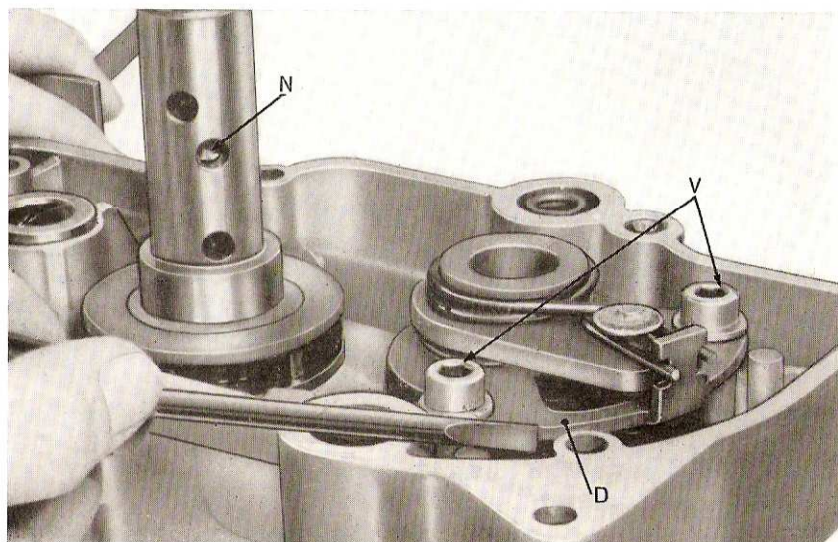

Fig. 21 - Réglage du groupe présélecteur
20. Fig. 21 - Pour contrôler et éventuellement régler la position des vitesses, procéder comme il suit :
- a) par la pédale des vitesses amener la came (N) (sur l'axe glissant) dans la position de 2e ou 3e vitesse et contrôler que le déplacement de l'axe soit en avant soit en arrière ne soit ni excessif ni déficient.
- b) pour régler le déplacement, faire tourner la plaque support présélecteur (D) en la direction appropriée, et ensuite serrer à fond les 2 vis V.